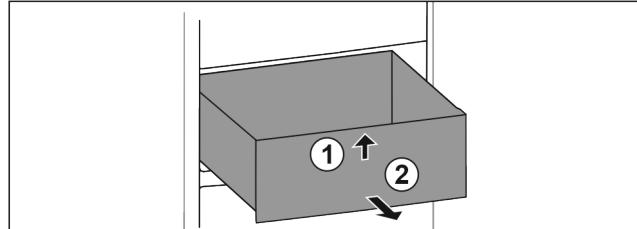

Fig. 17
► Приподнимите спереди Fig. 17 (1).
► Извлеките движением вперед Fig. 17 (2).